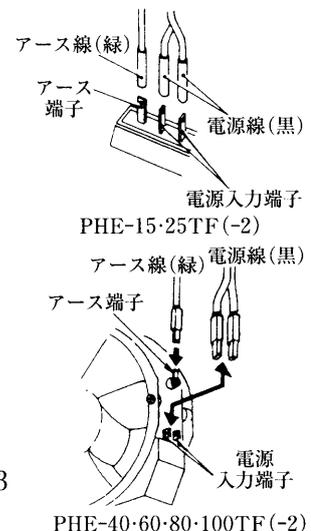

図3
- ④アース端子を取外してください。（図3）
- ①取外したアース端子を交換用ファンに付替えてください。（図3）